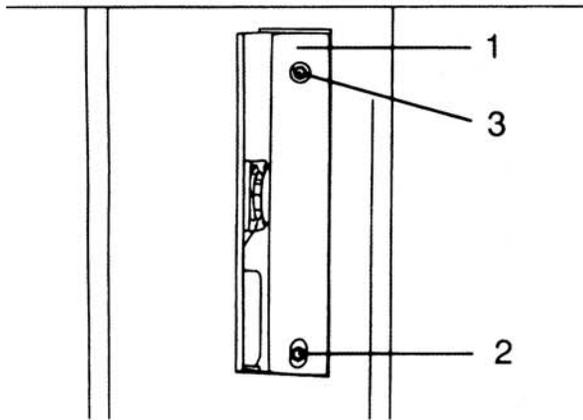

Fig. 9
1. Retire el inserto de la mesa (1) usando el desarmador para aflojar los dos tornillos (2 y 3) que la mantienen en su lugar. Fig. 9.